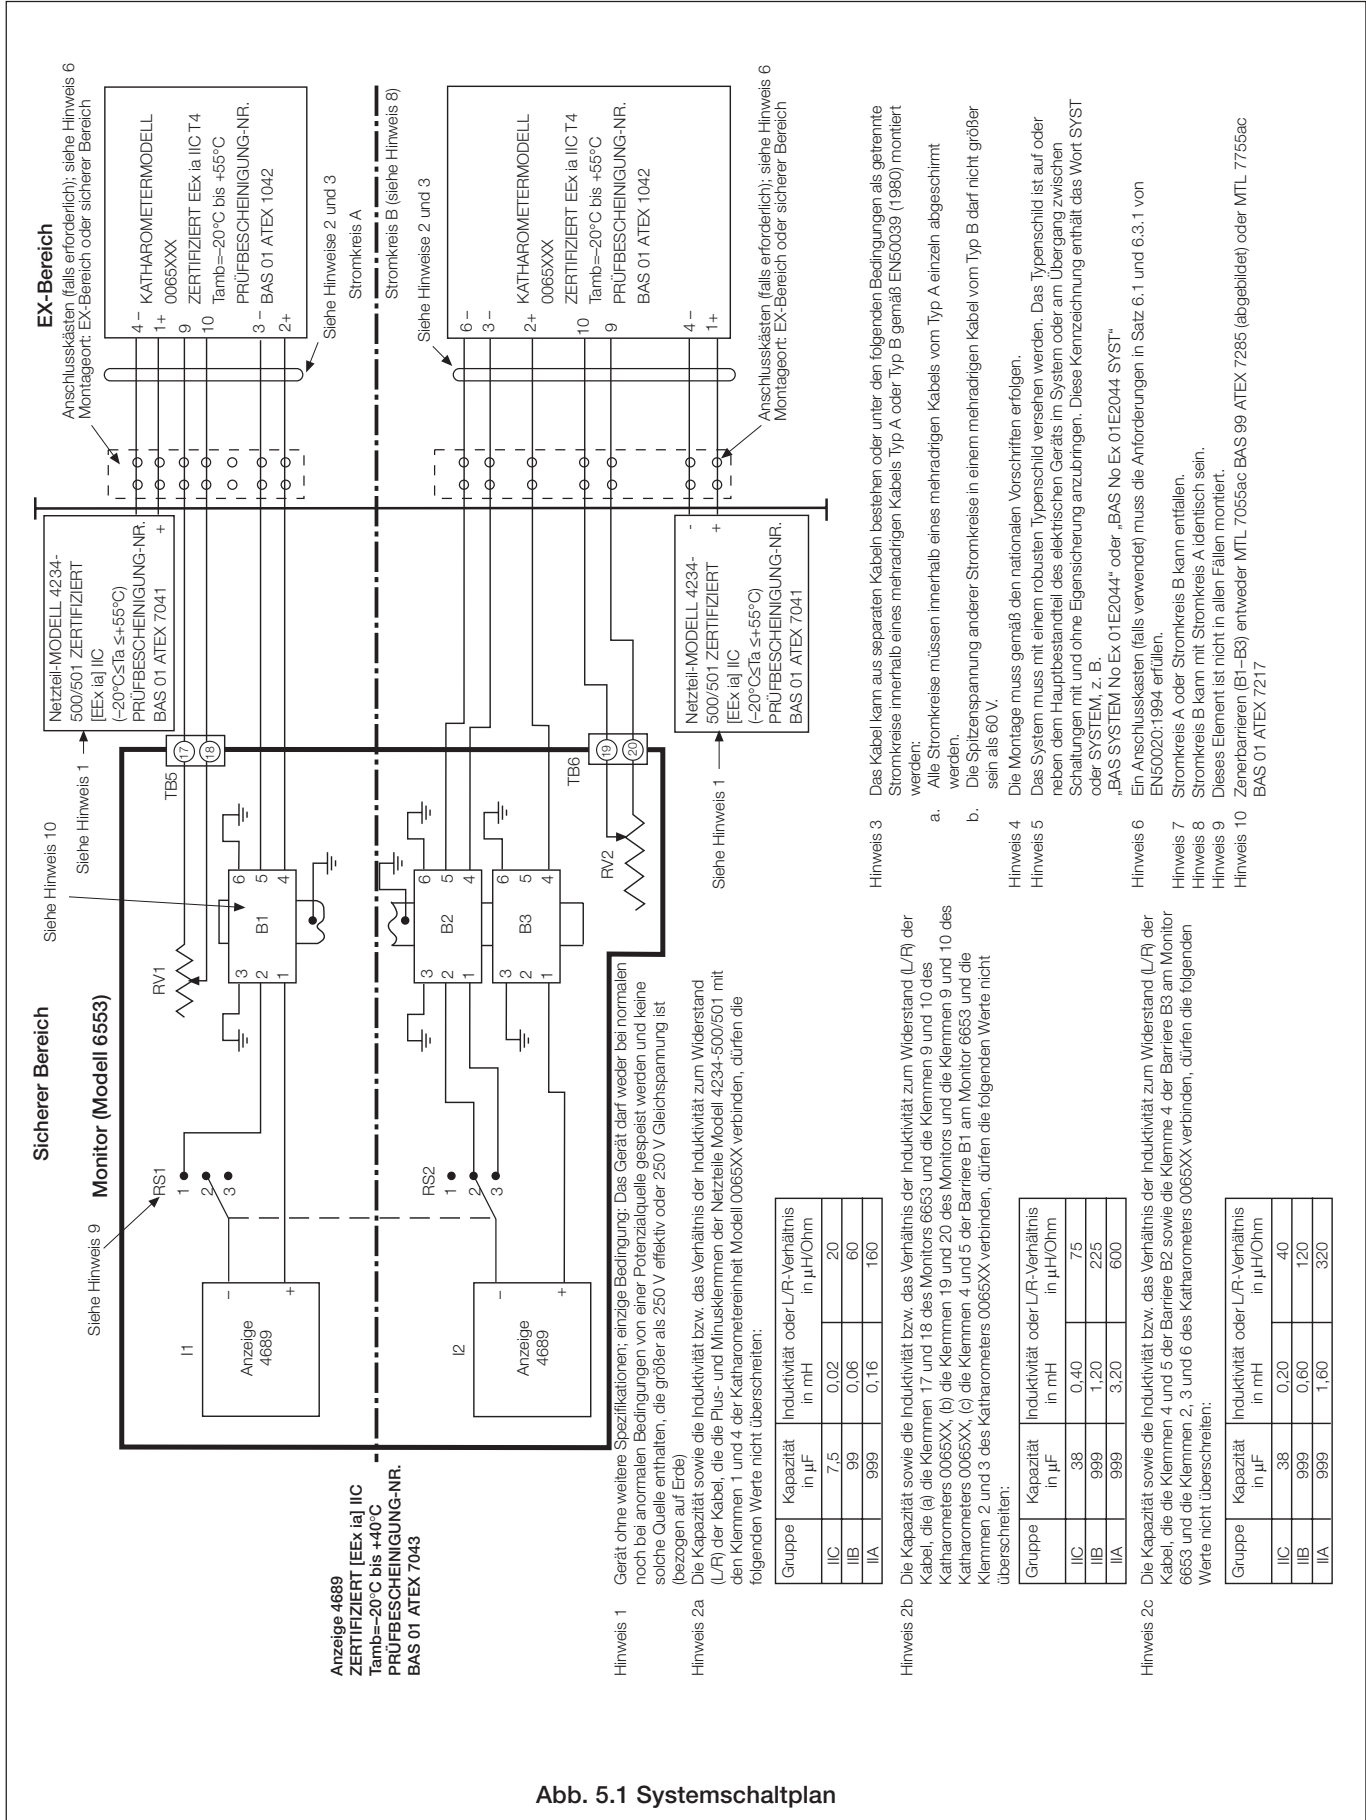

Abb. 5.1 Systemschaltplan
5.1 Elektrische Verbindungen – Abb. 5.1
In Abb. 5.1 werden die unbedingt einzuhaltenden Verdrahtungsanforderungen des Gasanalysatorsystems AK100 aufgeführt. Außerdem werden genaue Angaben zu den Kabelanforderungen gegeben, die unbedingt zu befolgen sind – siehe Abschnitt 5.2.1.
Die elektrischen Anschlüsse entsprechend den Verdrahtungsplänen (siehe Abb. 5.1 und 5.2) und den Angaben in Abschnitt 5.2.1 vornehmen.
Die Verbindungskabel zwischen den verschiedenen Einheiten im Gasanalysatorsystem unterliegen aufgrund der Prüfbescheinigung für die Eigensicherheit strengen Beschränkungen. Die Kabelanforderungen sind nachstehend aufgelistet und werden in Abb. 5.1 ausführlicher dargestellt.
Die verfügbare Auswahl an Kabeln ist aufgrund der Einschränkungen aus der Prüfbescheinigung begrenzt. Die Kabeleigenschaften dürfen die in der Bescheinigung genannten Grenzwerte nicht überschreiten – siehe Hinweise 2a, b und c in Abb. 5.1.